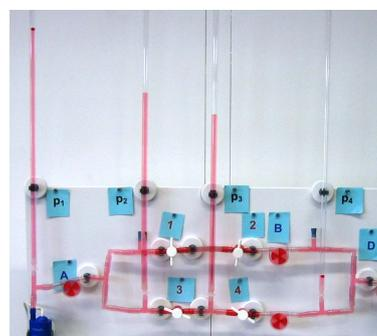

Abb. 11: Der Druckverlauf längs des Stromkreises wird sichtbar.
**Ergebnis:** Die Druckdifferenz zwischen zwei Punkten des Stromkreises ist um so größten, je größer der Strömungswiderstand dazwischen ist. So ist z.B. in Abbildung 11 der Strömungswiderstand zwischen  $p_3$  und  $p_4$  größer als zwischen  $p_2$  und  $p_3$ . Je größer der Widerstand einzelner Teilstücken des Stromkreises ist, desto größer ist der Gesamtwiderstand des Stromkreises, d.h. „**Widerstände in Reihe addieren sich**“.